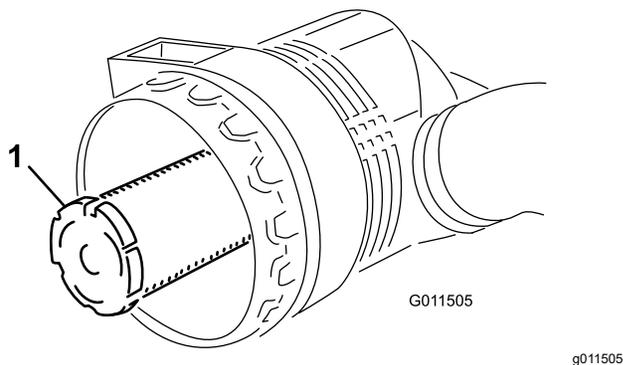

Рисунок 77
**Внимание:** Никогда не пытайтесь очистить контрольный фильтр (Рисунок 77). Заменяйте контрольный фильтр новым после каждых трех обслуживаний фильтра грубой очистки.